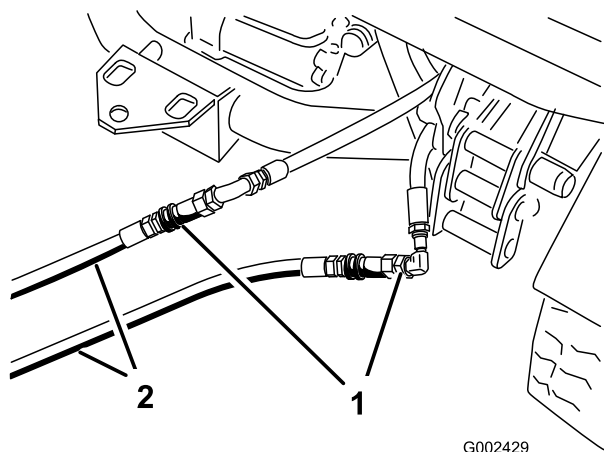

**Figura 92**
2. Scollegate i 2 tubi dei giunti a disinnesto rapido dai tubi fissati alla relativa staffa, su entrambi i veicoli (Figura 92).